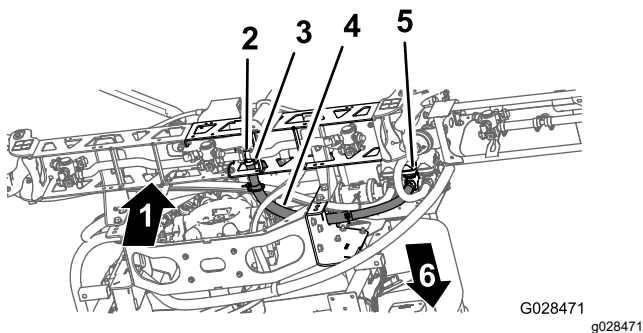

Figura 44
1. Pozai furtunurile din seciunea centrală a braului aa cum se indică în Figura 44.
2. Instalezi furtunul din seciunea braului peste fittingul în T inelat de la seciunea centrală a braului și fixezi furtunul cu un colier de furtun ( Figura 44).